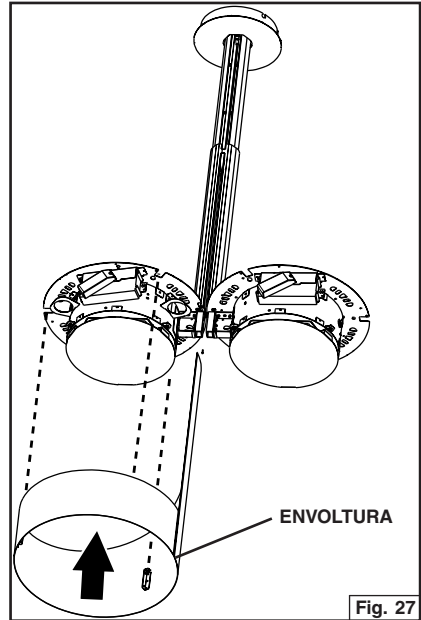

Fig. 27
1. Primero deslice la envoltura entre los brazos de apoyo. Asegúrese de que los soportes de fijación estén por arriba de la brida de la unidad eléctrica. Fig. 27 y Fig. 28.